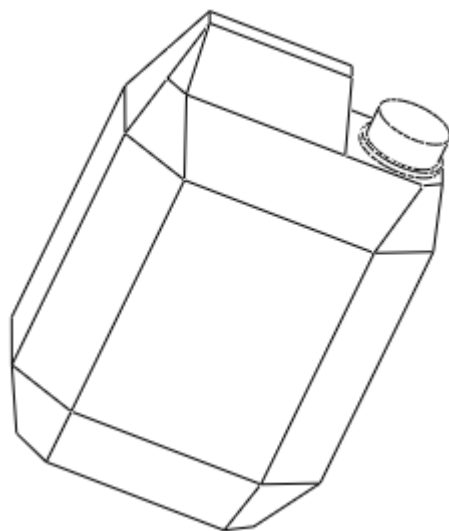

图 51-13
- (7) 单击草绘命令工具栏中的  按钮，完成混合截面的绘制。
- (8) 在弹出的『深度』菜单中选择【盲孔】 【完成】选项。
- (9) 在消息输入窗口的文本栏中输入第 2 个截面与第 1 个截面的距离“25.1”。
- (10) 单击模型对话框中的【确定】按钮，完成特征的建立，如图 51-13 所示。